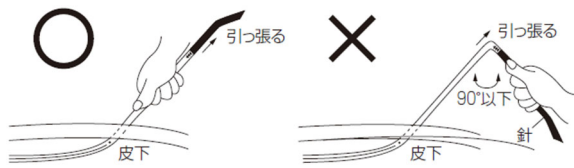

図7
4)針とウインドドレナージチューブを鋭角(90°以下)に曲げたまま引っ張らないこと。針の根元でチューブが破断する可能性がある。できるだけチューブ全体を把持して引き出すこと。(図7)